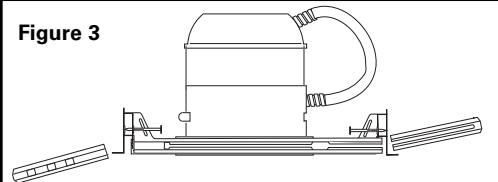

Figure 3
- Bar Hangers may be shortened to fit 12" framing by breaking at score lines. Pass bar hangers through each end until the bars overlap, then break off at score lines (no tools required and bar hangers do not need to be removed from plaster frame) (Fig. 3).
Step 5. Adjust fixture for ceiling thickness by loosening the hex screws that attach the housing to the plaster frame. Bring bottom edge of housing flush with ceiling line (Fig. 3).
Étape 5. Ajustez l'appareil d'éclairage en fonction de l'épaisseur du plafond en desserrant les vis à tête hexagonale qui fixent le boîtier sur le cadre en plâtre. Alignez le bord inférieur du cadre de niveau avec le plafond (fig. 3).
Paso 5. Ajuste el accesorio para el grosor del techo aflojando los tornillos hexagonales que acoplan la caja al marco de yeso. Mueva el borde inferior de la caja hasta que quede a ras con la línea del techo (fig. 3).
Étape 3. Placer l'appareil sur les supports en T. Les fixer à l'aide de vis (non fournies) comme illustré (fig. 3).